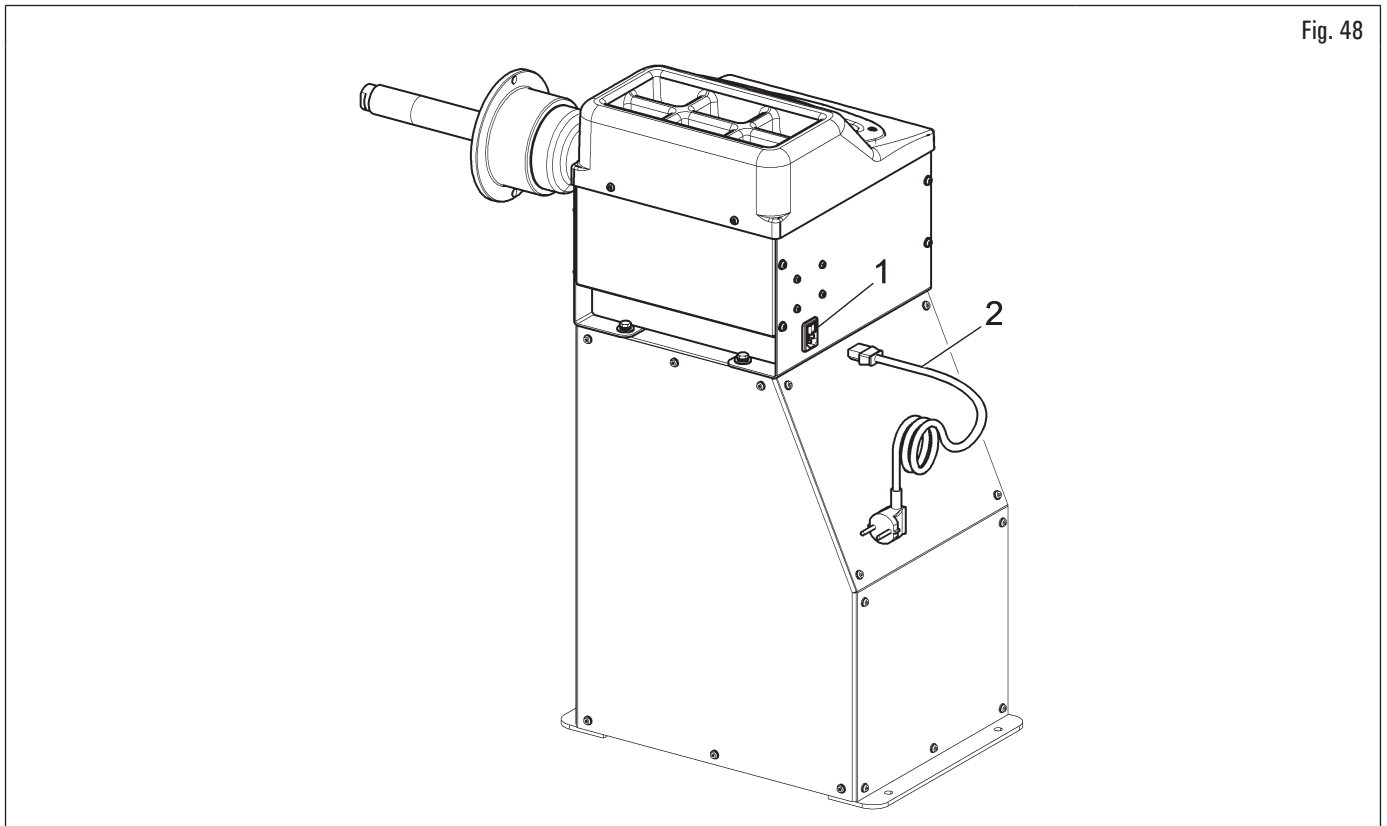

Fig. 48
- positionner l'interrupteur (Fig. 48 réf. 1) sur OFF (0) ;
- raccorder au réseau électrique 230V le câble d'alimentation (Fig. 48 réf. 2) (en dotation à l'équipement).
A ce point, alimenter l'équipement au moyen de l'interrupteur (Fig. 48 réf. 1), en le positionnant sur ON (I).